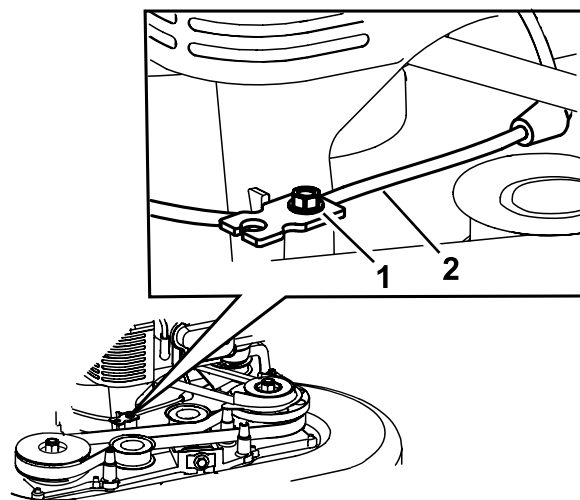

Figura 43
5. Desaperte o parafuso da braçadeira de cabos (Figura 43).